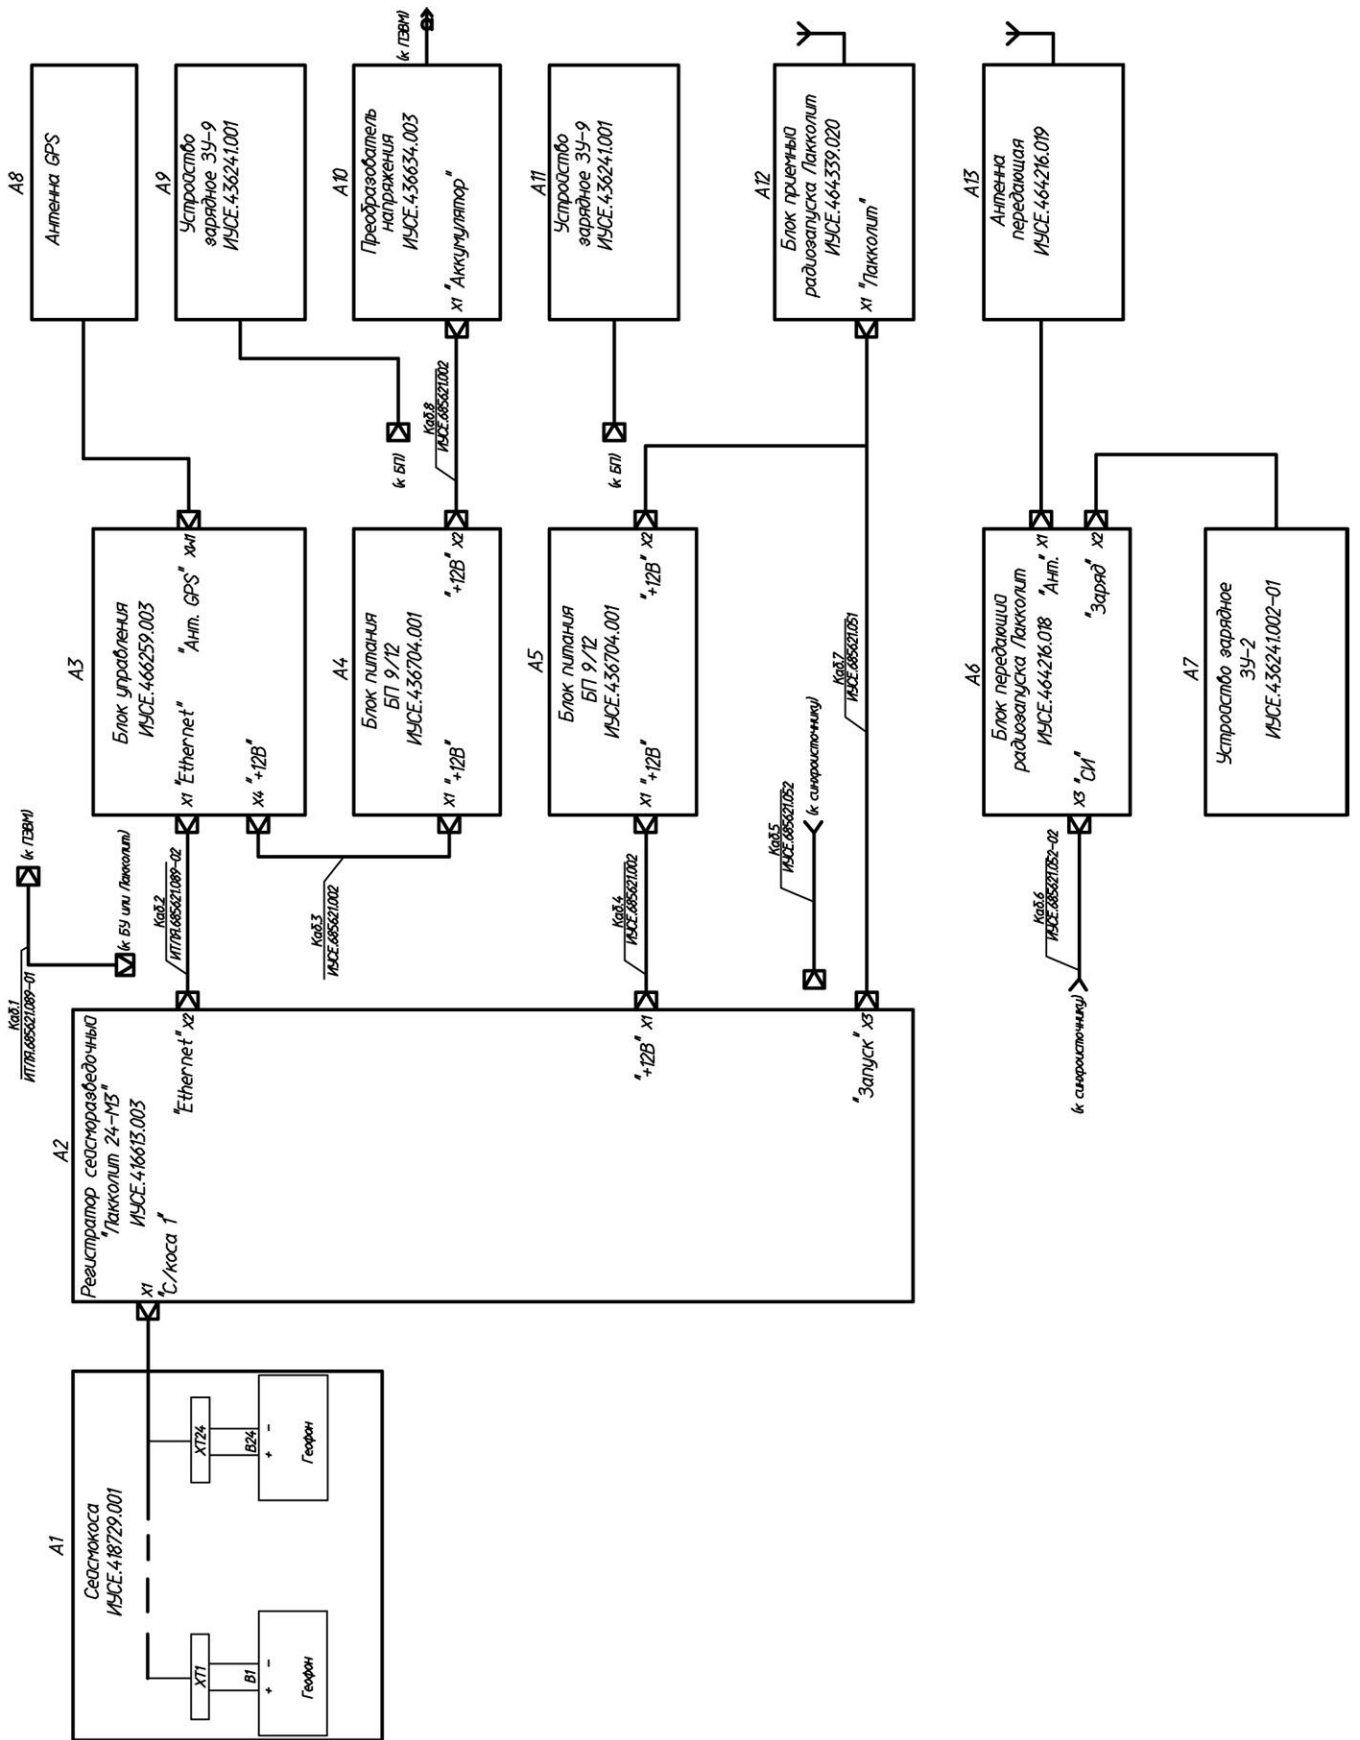

Рис. 1.
1) Соединить Регистратор с устройствами, входящими в Станцию, в соответствии со схемой, указанной на рис. 1 для варианта без коммутатора каналов или на рис. 2 для варианта с коммутатором каналов.